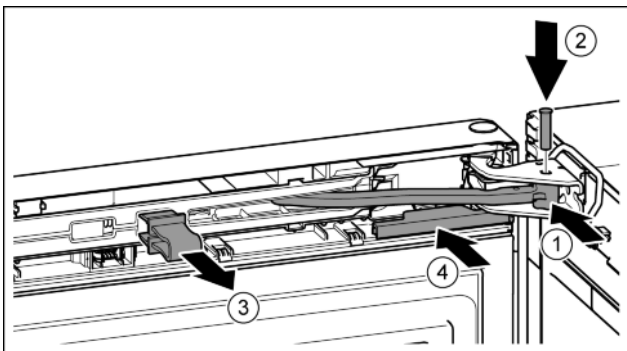

Fig. 41
- ▶ Scharnier in lagerbus draaien. Fig. 41 (1)
- ▶ Bout in de lagerbus en het scharnier aanbrengen. Opletten dat hierbij de vergrendelnok correct in de groef zit. Fig. 41 (2)
- ▶ Borging verwijderen. Fig. 41 (3)
- ▶ Afdekking erop schuiven. Fig. 41 (4)